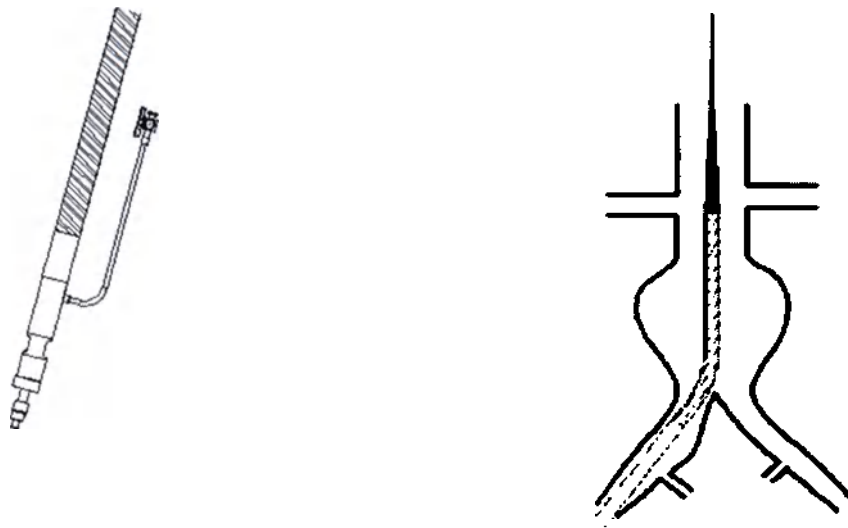

Рис. 5. Введение стент-графта AAA с системой доставки.
- Подведите систему доставки по проводнику к брюшной аневризме, при этом следите, чтобы гемостатический клапан всегда находился на противоположной стороне тела пациента (рис. 5)